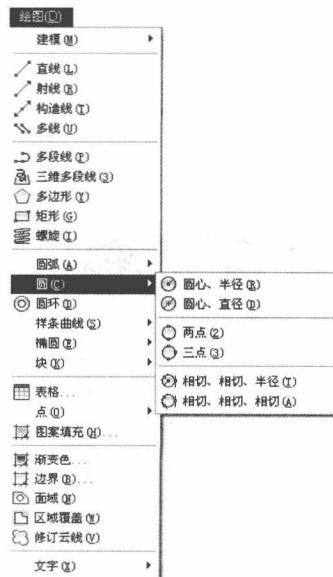

图 1-2 带有子菜单的菜单命令
(1) 带有子菜单的菜单命令。这种类型的菜单命令后面带有小三角形。例如，选择菜单栏中的“绘图”命令，指向其下拉菜单中的“圆”命令，系统就会进一步显示出“圆”子菜单中所包含的命令，如图 1-2 所示。